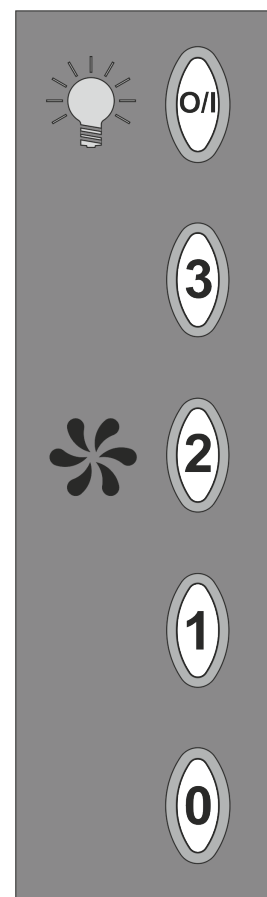

Рис.5
7.3 На нижней плоскости корпуса размещен кнопочный переключатель режимов работы и включения ламп освещения (**рис.5**).